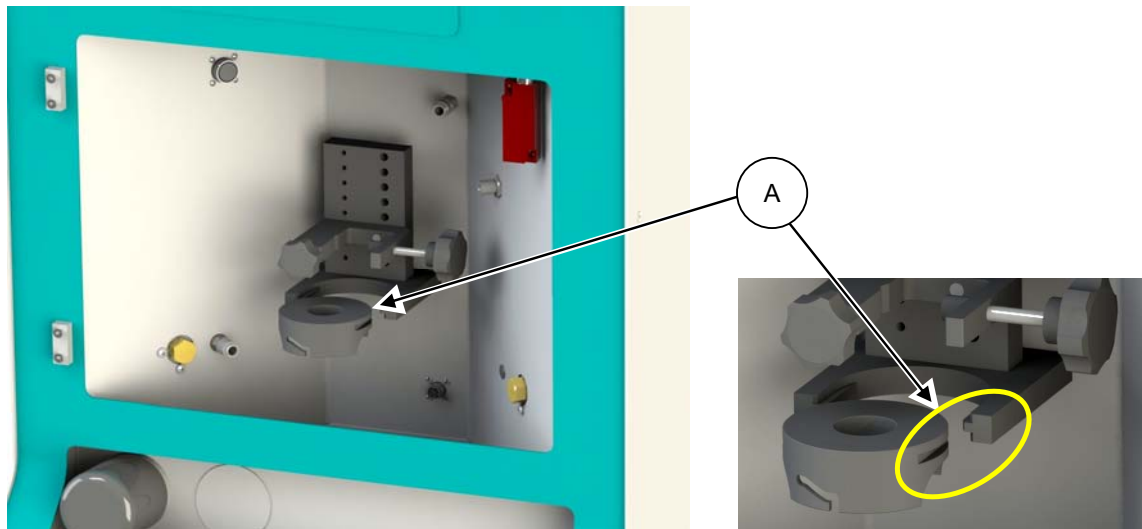
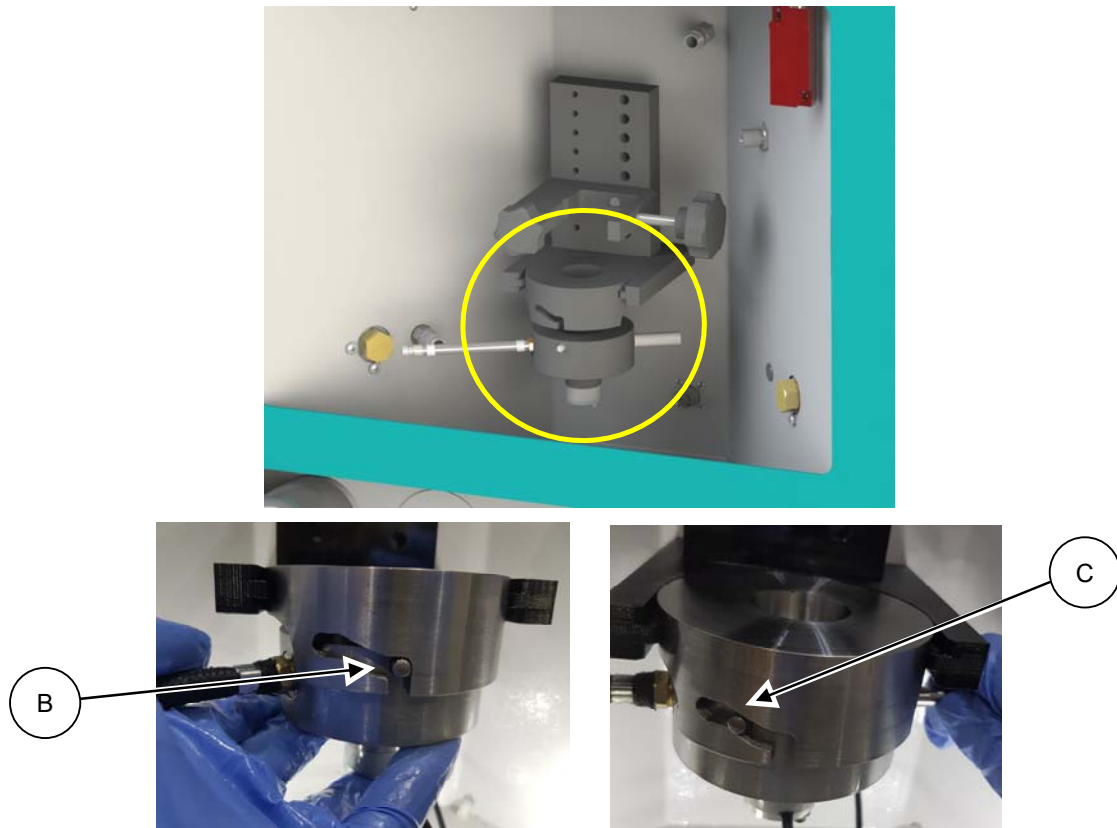
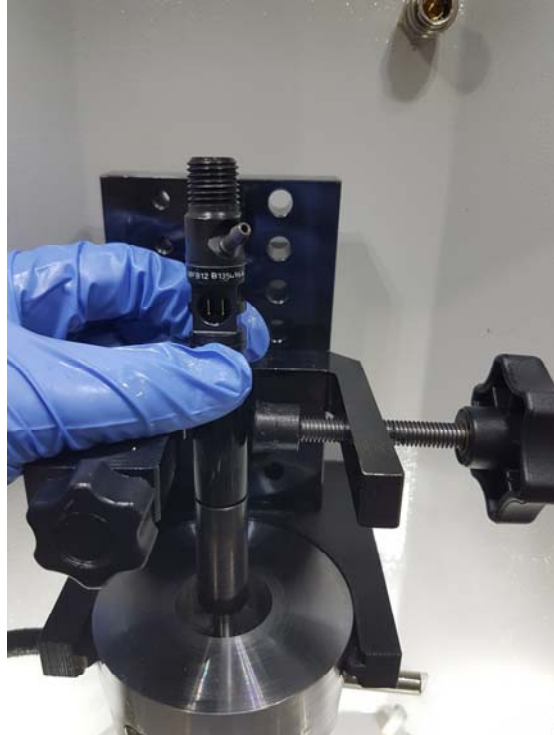
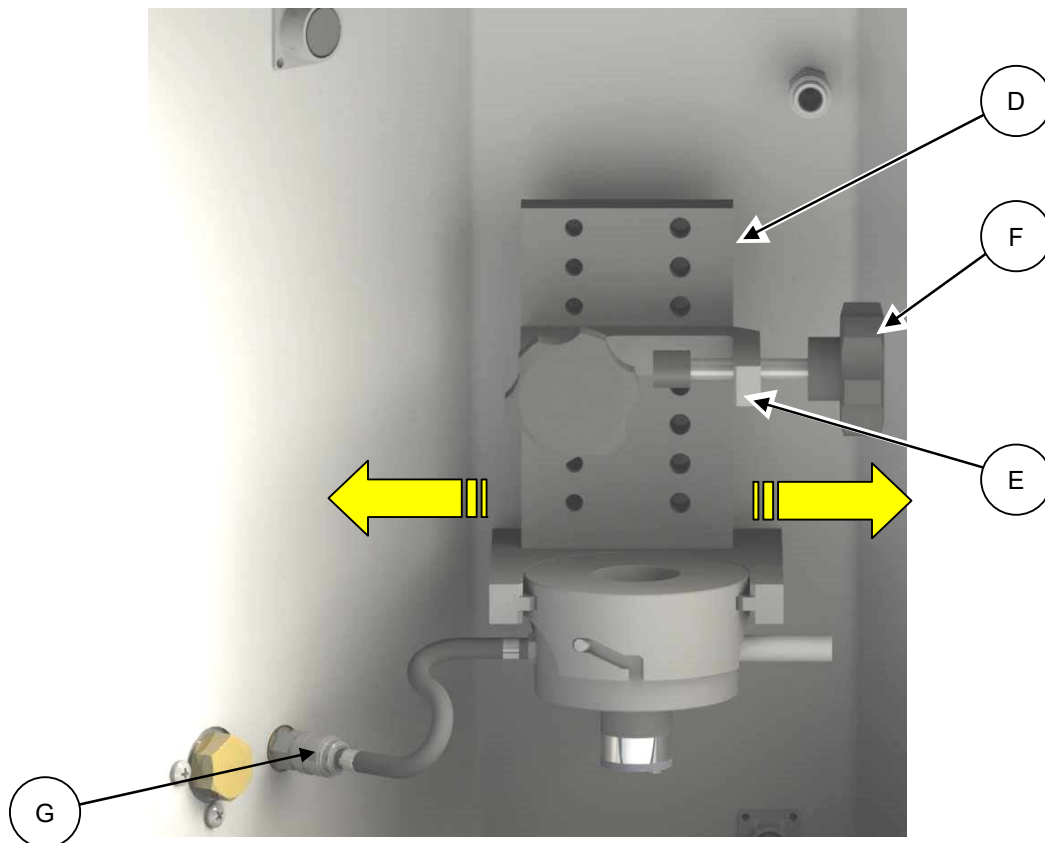

Figura 4.2 Cappuccio di tenuta ugello assemblato
Figura 4.3 Camera di mandata assemblata
Figura 4.4 Montaggio iniettore
Figura 4.5 Attacco di montaggio dell'iniettore
Consultare Figura 4.2, Figura 4.3, Figura 4.4, Figura 4.5
1. Far scorrere il cappuccio di tenuta dell'ugello (Figura 4.2 A) nel fissaggio, impiegando le fessure sulla piastra di bloccaggio orizzontale.
- a. Posizionare la camera di mandata assemblata di modo che i perni di collocamento s'innestino nelle scanalature di collocamento del cappuccio di tenuta. (Figura 4.3 B)
3. Inserire l'iniettore in prova nel morsetto, assicurandosi che il corpo dell'iniettore sia concentrico con il cappuccio di tenuta ugello. Consultare Figura 4.4.